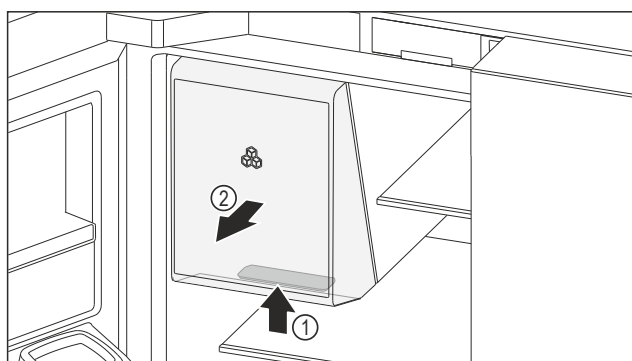

Fig. 151 Виймання відсіку для зберігання льоду
- ▶ Візьміться за втоплену ручку Fig. 151 (1) внизу відсіку для зберігання льоду й одночасно витягніть відсік для зберігання льоду вперед Fig. 151 (2).